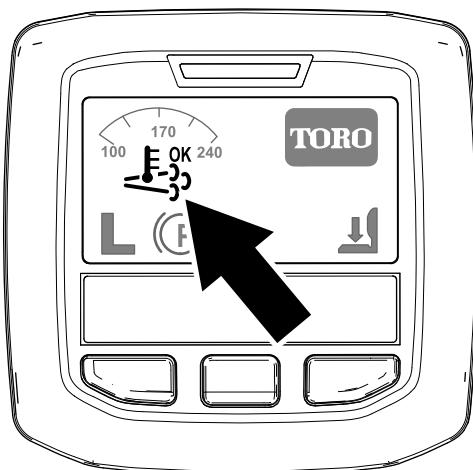

Bild 39
- Das Symbol für die unterstützte bzw. Rücksetzen-Regenerierung wird im InfoCenter angezeigt (Bild 39).